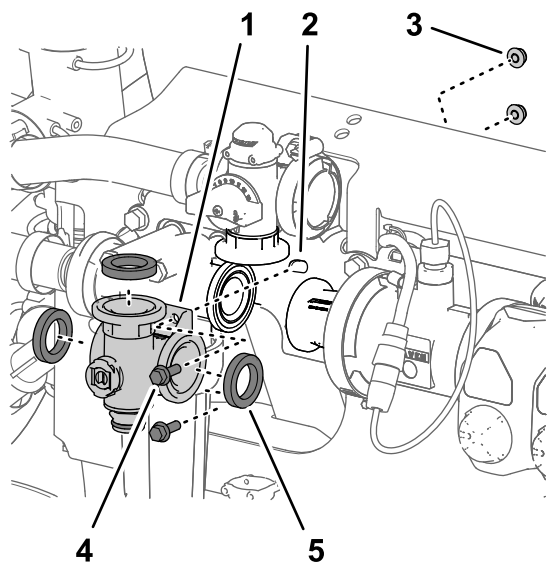

图 124
3. 松开将搅拌阀歧管固定至阀支架的 2 个凸缘头螺栓 $\frac{1}{4} \times \frac{3}{4}$ 英寸和 2 个凸缘锁紧螺母 $\frac{1}{4}$ 英寸 图 124。
4. 从机器上卸下搅拌阀歧管和垫片 图 124。